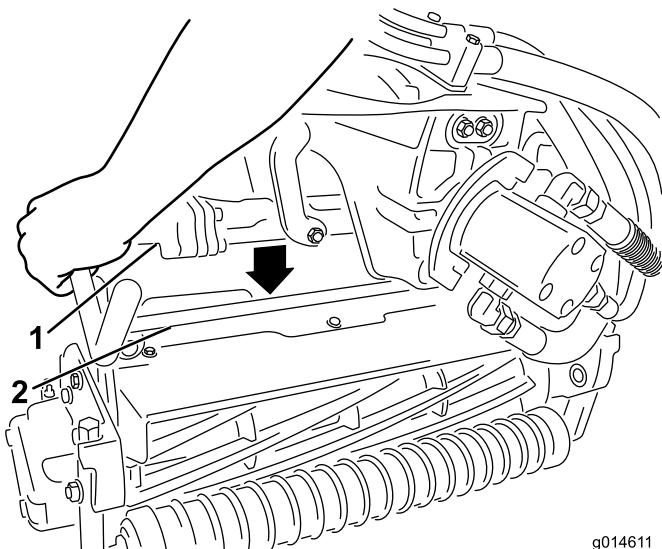
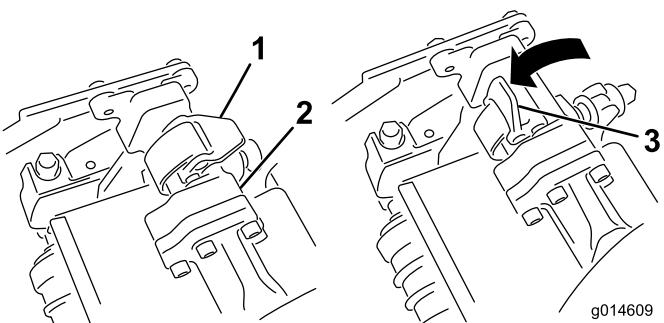

Figure 34
Figure 33
3. Les verrous de la barre de bras de suspension étant orientés en haut (c.-à-d. ouverts) (Figure 33), poussez le bras de suspension vers le bas pour que la barre s'engage sur la barre transversale en haut du plateau de coupe (Figure 34).
4. Fermez les verrous autour de la barre du plateau de coupe et bloquez-les en place (Figure 33).
4. Ouvrez les verrous sur la barre du bras de suspension appartenant au plateau de coupe que vous voulez déposer (Figure 33).